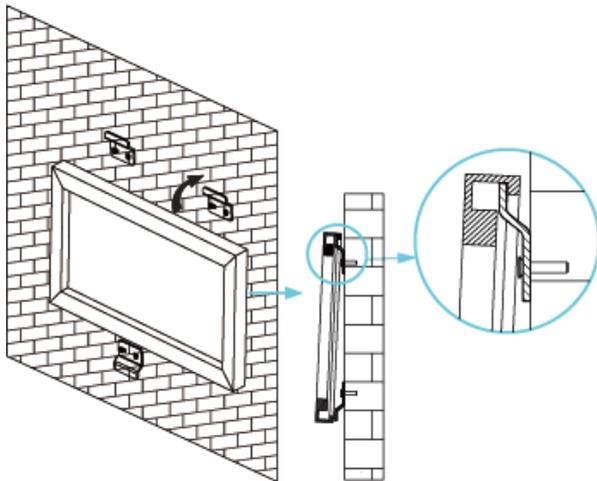

図 15
4. 図 15 に示すようにブラケットの上に固定フレームを載せ、下フレームの中央を下方へ押すことでフレームを固定します。